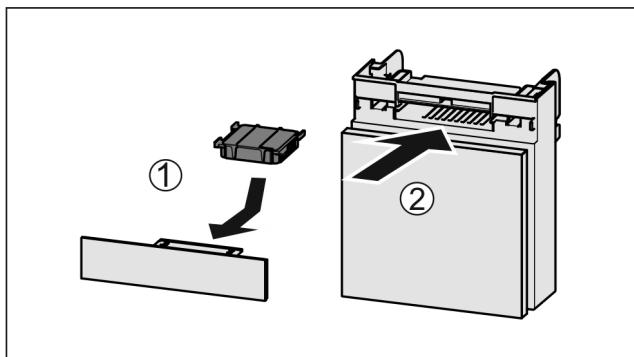

Fig. 83
- Вставити фільтр з активованого вугілля за малюнком Fig. 83 (1).
- Вставити відділення Fig. 83 (2).